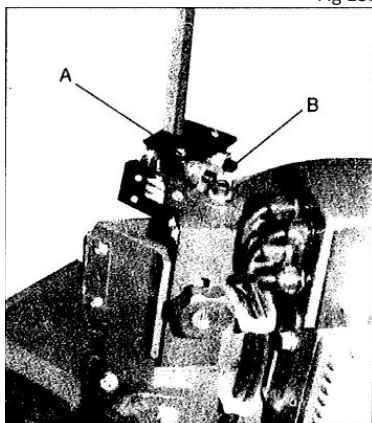

Fig 14.
3. Løsn sekskantskruen (A: Fig. 14), og juster samlingen, så det bagerste rulleleje er ca. 0,08 mm-0,12 mm fra bagsiden af bladet.